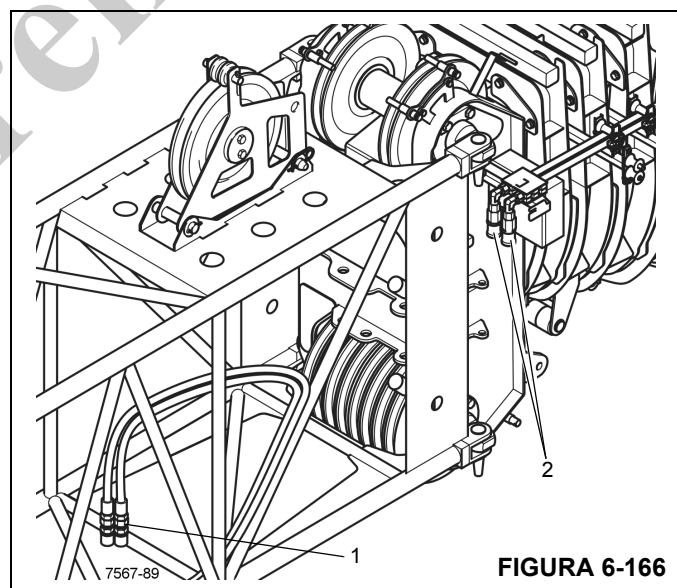

FIGURA 6-166
1. Desconecte las mangueras (3) de los extremos de manguera largos (4) (Figura 6-166).
5. Desconecte las mangueras de extremo corto (1) (Figura 6-166) de la extensión de 26 pies (8 m) de los conectores de la punta de la pluma (2).